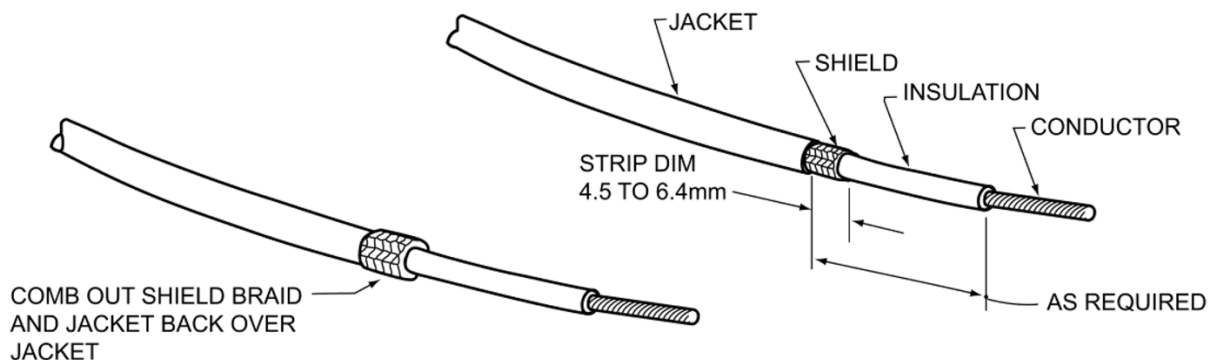

Figure 6-1.
- ☐ Dénudez un fil blindé simple ou double selon l'exemple de la figure 6-1 (CASA AC 21-99) en tenant compte que le manchon thermique se situera à 2 pouces (5 centimètres) de l'extrémité du fil (distance « as required » de la figure 6-1 ci-dessous). Repliez ensuite le blindage vers l'arrière sur l'isolant :